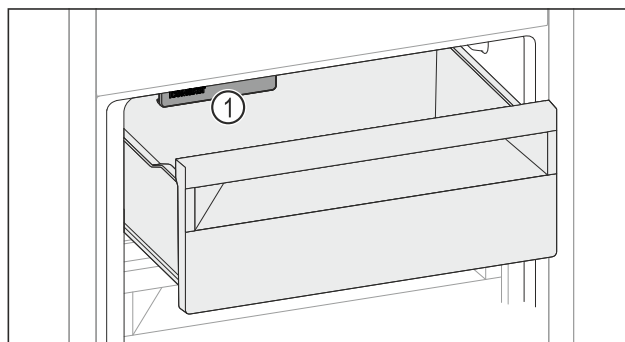

Fig. 168
- ▶ Vær opmærksom på IceMaker Fig. 168 (1).